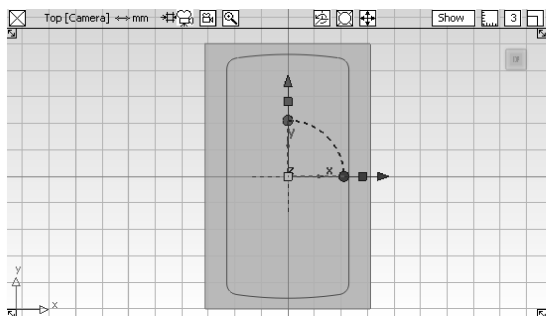

图 8-20 创建平面
- 23 在【Surfaces】工具标签中选择【Plane】工具，按住键盘上的【Alt】键，在【Top】正交视窗坐标轴原点处创建一个平面。使用操纵器缩放平面，使其大于手机的四边边缘，用作上平面，如图8-20所示。